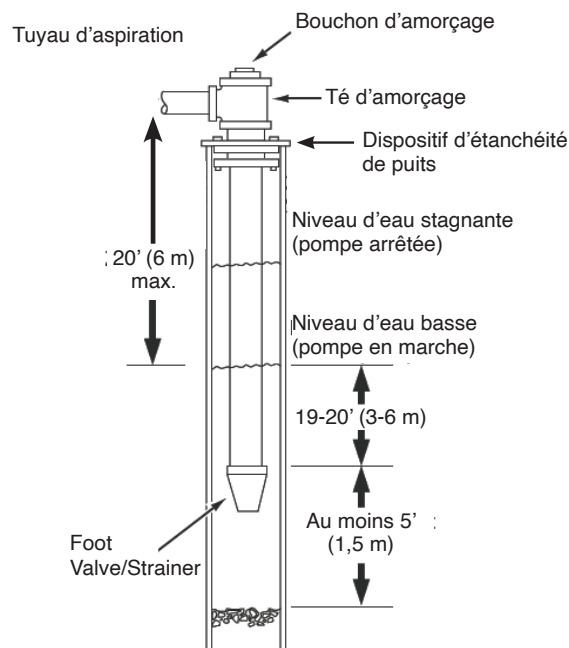

Figure 1 - Installation dans puits tubé/creusé
5. Quand vous utilisez un clapet de pied, un té et un bouchon d'amorçage sont recommandés (Fig. 1).
En cas de longs tronçons horizontaux de tuyauterie, installez un té entre le clapet anti-retour et la tête de puits (Fig. 1).